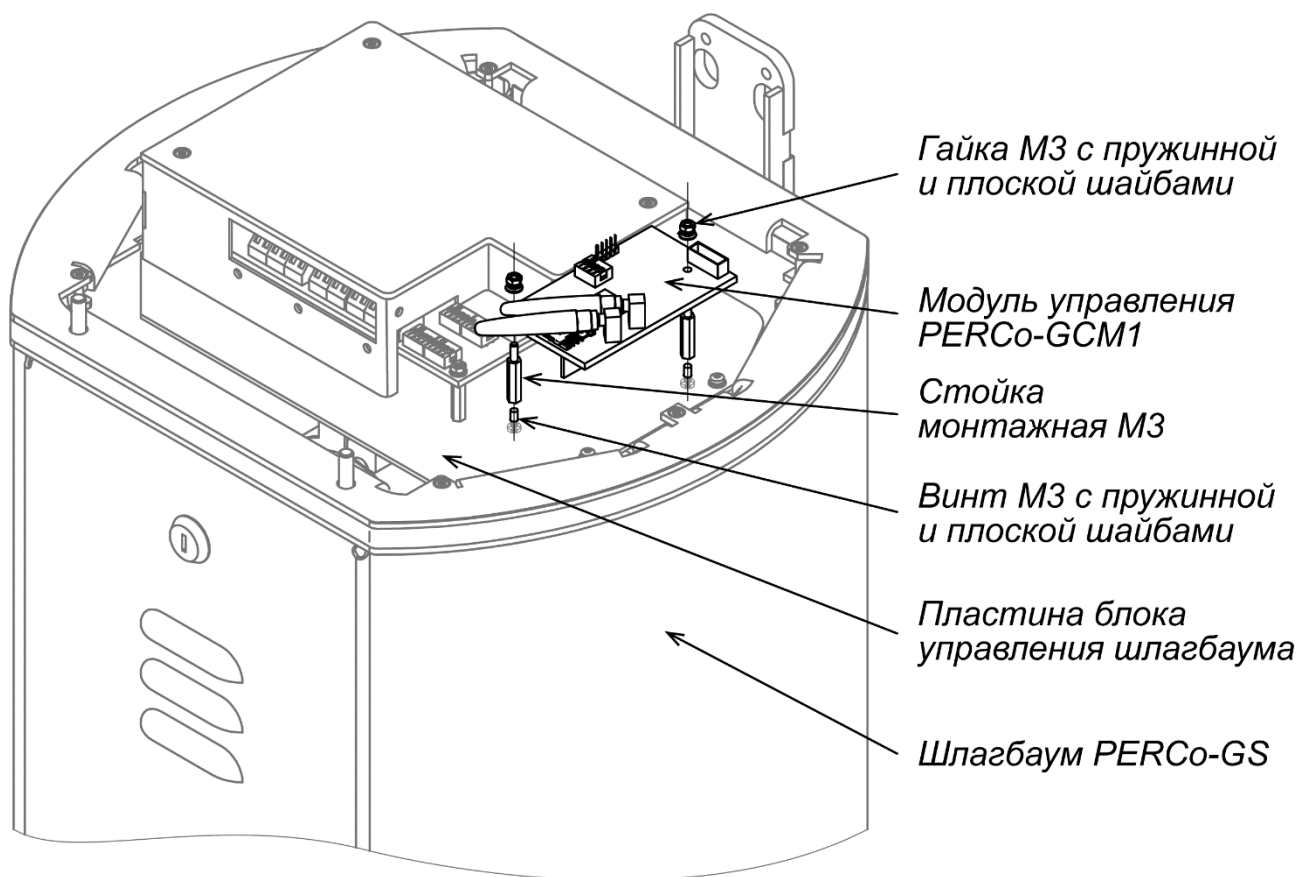

Рисунок 2. Схема установки модуля управления на стойку шлагбаума
3. Установите две стойки М3 в отверстия на пластине блока управления при помощи винтов М3×8 и шайб из комплекта поставки (см. рис. 2).
4. На стойки М3 поместите плату модуля управления и зафиксируйте ее гайками М3 с шайбами (см. рис. 2).